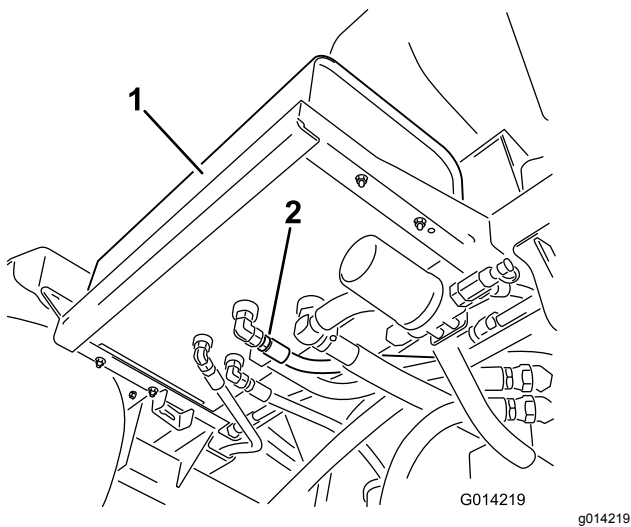

図 72
2. 油圧オイルタンクの底面についているホースのうち 1 本の周辺をきれいに拭く (図 72)。
4. ホースのフィッティングをタンクから外してオイルを容器に受ける (図 72)。